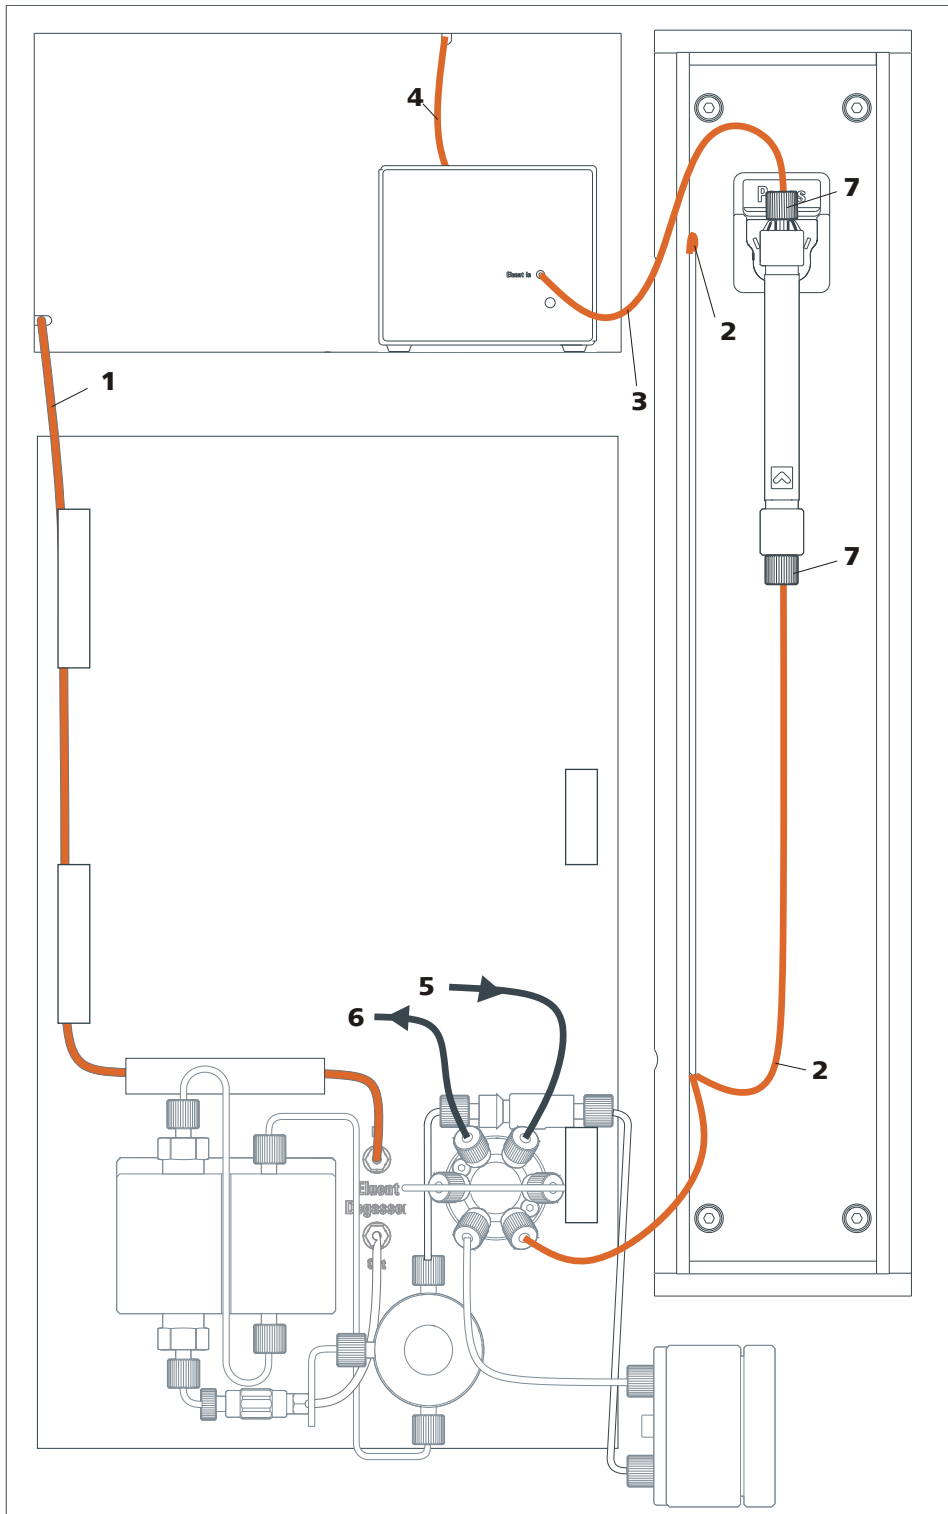

Figura 3 Diagrama de instalación 881 Compact IC pro – Cation
- un diagrama de instalación (*véase Figura 3, página 13*) que muestra un 881 Compact IC pro – Cation completamente instalado.